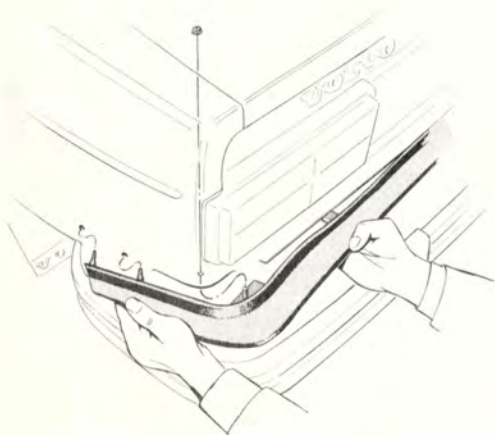

Bild 8-58. Demontering av bakre täcklist
3. Demontera fästmuttern, bild 8-58 (båda sidor).